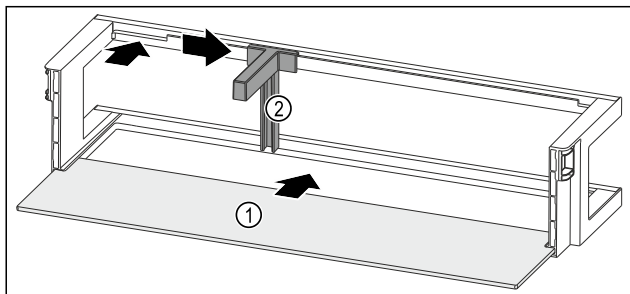

Fig. 96 Dørhylle med oppstillingsplass
- Skyv oppstillingsplassen Fig. 96 (1) inn i fordypningene på sidene.
- Sett inn flaskeholderen Fig. 96 (2) i fordypningen.
- Skyv flaskeholderen Fig. 96 (2) i ønsket posisjon til side.